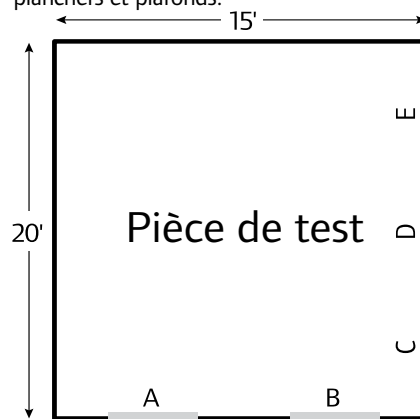

Figure 7-2 : Pièce de test
• **Zone de calcul :** Cette valeur représente la zone à analyser. Cet exemple utilisera la pièce à la figure 7-2.